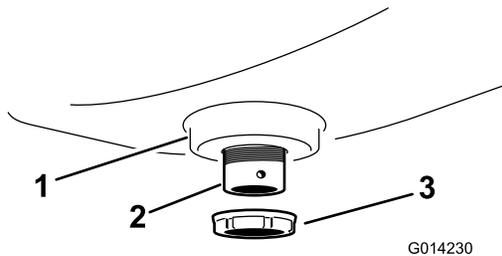

図 4
3. プラスチック製のフランジ・ナットを使ってバルクヘッド・フィッティングをタンクに固定する (図 4)。